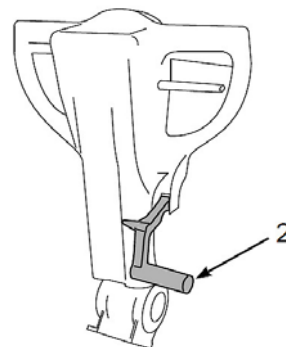

Abb. 50: Absenken der Saugleiste
Schritt 1: Senken Sie die Saugleiste mithilfe des Hebels (Pos. 2, Abb. 50) ab.